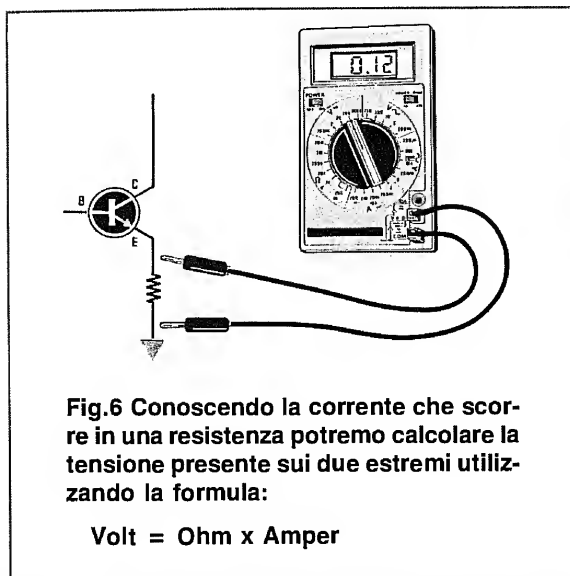

Fig.6 Conoscendo la corrente che scorre in una resistenza potremo calcolare la tensione presente sui due estremi utilizzando la formula:
**Esempio** = Vorremmo conoscere la tensione che risulterà presente sulla resistenza da **1,2 ohm** posta sull'Emettitore di un transistor (vedi fig.6), quando questo assorbirà una corrente di **100 milliAmper**: